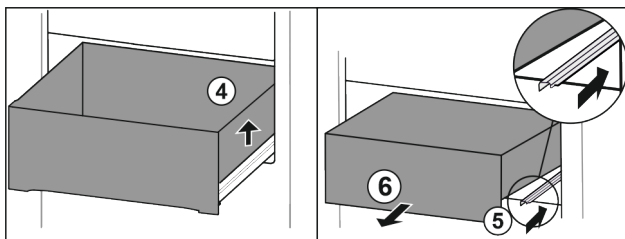

Fig. 63
- ▶ Підняти висувний ящик праворуч. Fig. 63 (4)
- ▶ Вставити праву рейку. Fig. 63 (5)
- ▶ Вийняти висувний ящик рухом вперед. Fig. 63 (6)